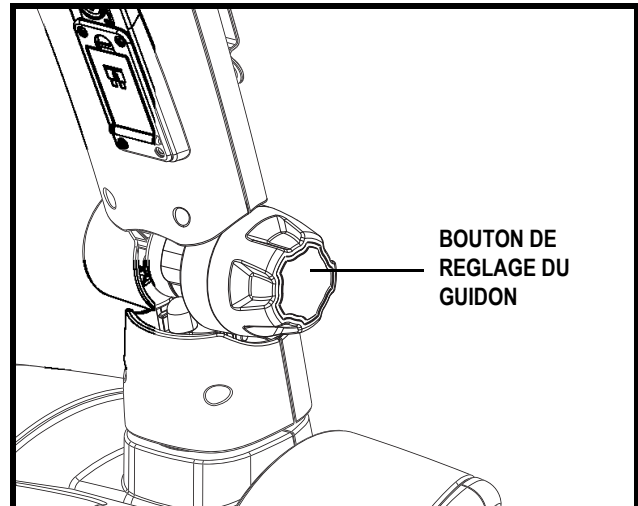

Figure 15. Réglage du guidon
1. Desserrez le bouton de verrouillage dans le sens opposé aux aiguilles d'une montre. Voir la figure 15.